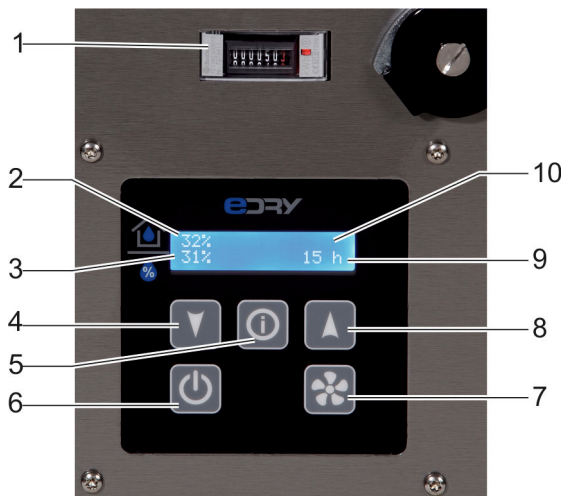

Abb. 9: Bedienfeld AD 5er- und AD 6er-Serie
3. Drücken Sie die Ein-/Ausschalttaste (Abb. 9, Pos. 5) am Bedienfeld. Wenn der Luftentfeuchter korrekt angeschlossen ist und die vorhandene Feuchte höher als der eingestellte Feuchtwert ist, beginnt der Luftentfeuchter zu arbeiten. Die letzten Werte von Hygrostat, Sprache und Lüfterstufe werden gegebenenfalls übernommen.